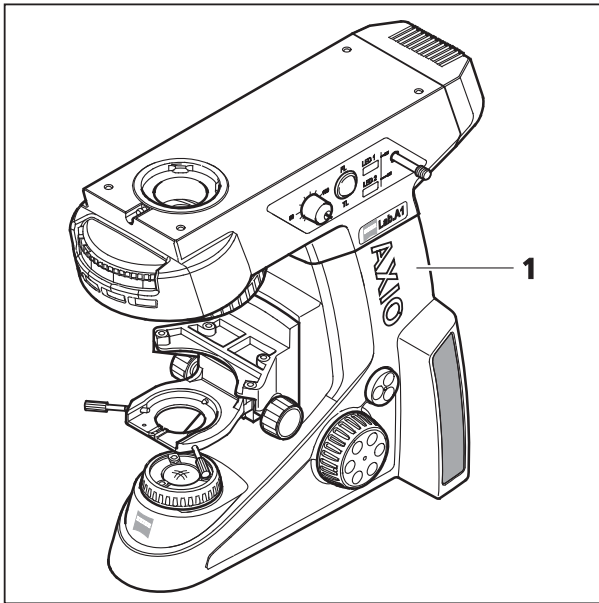

Fig. 3-1 Installation du microscope
- Posez le statif (Fig. 3-1/1) sur une surface de travail plane, rigide, exempte de vibrations et non inflammable.